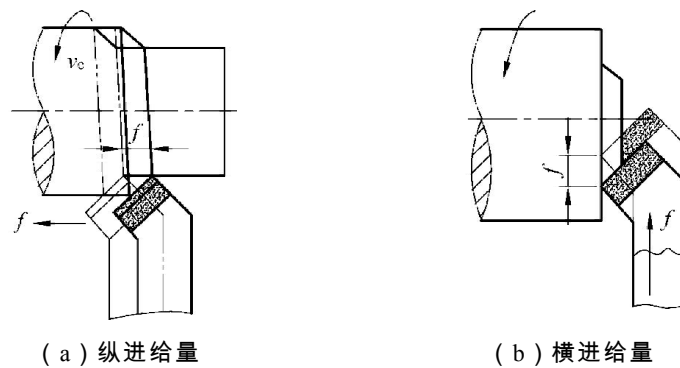

图 1.11 进给量
(2) 进给量 f 工件每转一圈，车刀沿进给方向移动的距离，其单位是 mm/r。根据进给方向的不同，进给量又分为纵进给量和横进给量，纵进给量是指沿车床床身导轨方向的进给量，横进给量是指垂直于车床床身导轨方向的进给量，如图 1.11 所示。